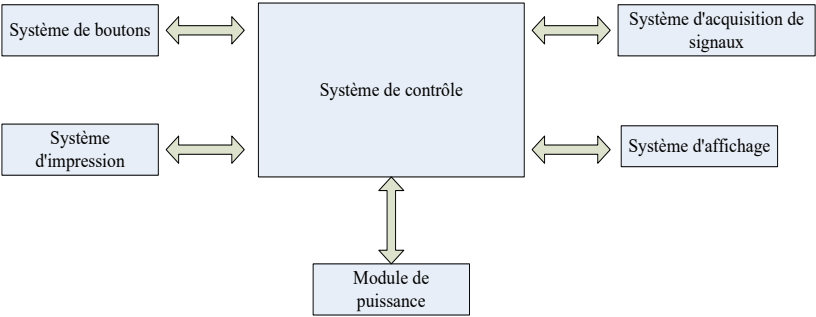

Figure 4-1 Schéma fonctionnel de l'unité de commande
(2)Le schéma de principe est présenté à la figure 4-1.